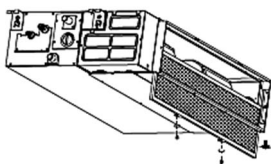

Fig.G1
1. Pour l'unité à ventilation arrière, veuillez retirer les vis (2 pièces) fixées sur le filtre et retirer le filtre de l'unité. Voir fig.G1.